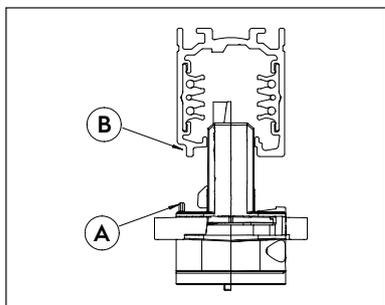
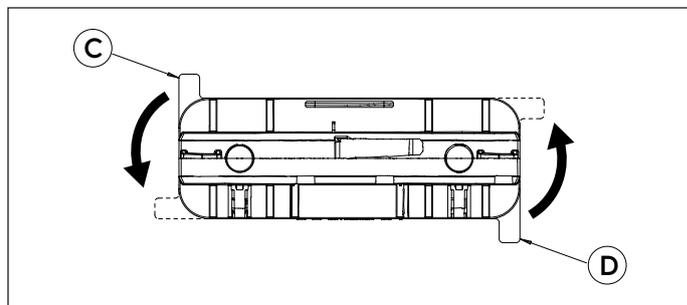

Fig. 3 Chiave meccanica
Fig. 4 Rotazioni camme
Den Adapter in so in die Stromschiene stecken, dass der mechanische Schlüssel (A) vom Adapter in der Aussparung (B) an der Schiene zu sitzen kommt (Abb. 3). Die Hebel der beiden Nocken (C) und (D) um ca. 90° drehen, bis sie blockiert sind (Abb. 4).